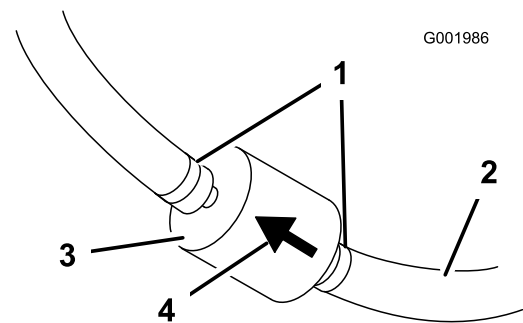

Bild 51
5. Drücken Sie die Enden der Schlauchklemmen zusammen und schieben Sie sie vom Filter weg (Bild 51).